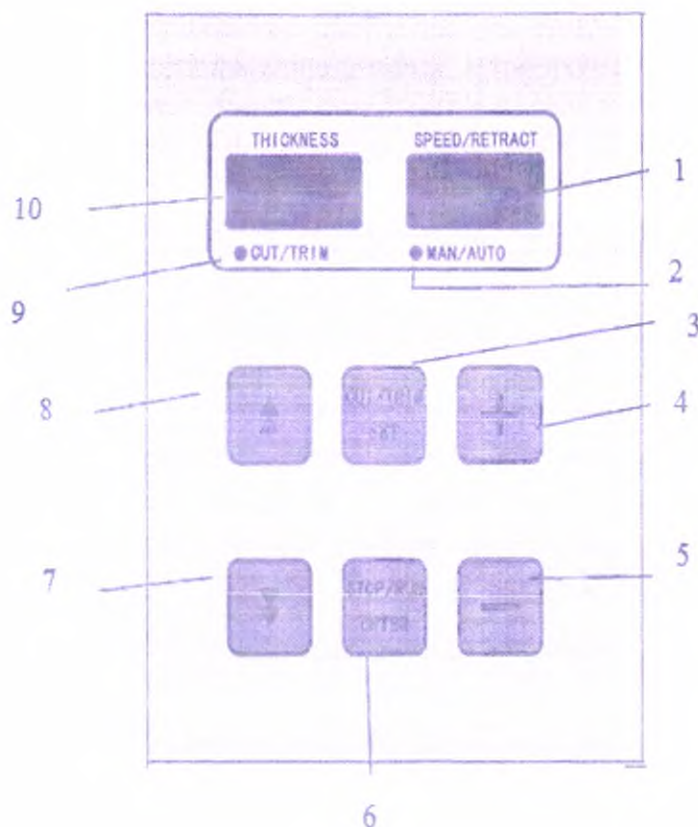

Рисунок 5. Панель управления микротомом
На панели управления Микротомом (Рисунок 5) находятся следующие элементы управления:
| Рисунок 5, (1)  | Индикатор скорости автоматической резки/подрезки                                                                      |
| Рисунок 5, (2)  | Индикатор автоматического/ручного режима/Индикатор режима настройки отвода                                            |
| Рисунок 5, (3)  | Кнопка переключения режима резки/подрезки и отвода                                                                    |
| Рисунок 5, (4)  | Повышение скорости автоматического режима; Кнопка повышения скорости отвода                                           |
| Рисунок 5, (5)  | Понижение скорости автоматического режима; Кнопка понижения скорости отвода                                           |
| Рисунок 5, (6)  | Переключатель автоматического/ручного режима; кнопка входа в функцию отвода                                           |
| Рисунок 5, (7)  | Кнопка скоростного движения держателя для образца в прямом направлении; Кнопка уменьшения толщины срезания/подрезки   |
| Рисунок 5, (8)  | Кнопка скоростного движения держателя для образца в обратном направлении; Кнопка увеличения толщины срезания/подрезки |
| Рисунок 5, (9)  | Индикатор режима резки/подрезки                                                                                       |
| Рисунок 5, (10) | Окно отображения толщины среза/подрезки                                                                               |
Индикатор скорости автоматической резки или скорости отвода (Рисунок 5, (1)) отображает скорость автоматического режима. Значение 0 указывает на отсутствие вращения, значения от 1 до 15 соответствуют скорости вращения маховика по часовой стрелке. Значения от -1 до -15 соответствуют скорости вращения маховика против часовой стрелки. Удержание кнопки (Рисунок 5, (3)) в течение 3 секунд приводит к миганию дисплея, в это время отображается скорость отвода. Значение 0 указывает на отсутствие отвода, предусмотрено семь уровней: 0,5, 10, 15, 20, 30 и 50 мм. Нажмите кнопку (Рисунок 5, (4)) или кнопку (Рисунок 5, (5)), чтобы установить скорость отвода, или нажмите кнопку (Рисунок 5, (6)), чтобы выйти из текущих настроек.
Если Индикатор автоматического/ручного режима/ режима настройки отвода (Рисунок 5, (2)) горит синим цветом, прибор находится в режиме ручной резки. Если светодиодный индикатор (Рисунок 5, (2)) горит красным цветом, прибор находится в режиме автоматической резки. Нажмите кнопку (Рисунок 5, (3)) в течение 3 секунд, пока светодиодный индикатор (Рисунок 5, (2)) не станет синим и не начнет мигать, прибор находится в режиме установки скорости отвода; нажмите кнопку (Рисунок 5, (4)) или кнопку (Рисунок 5, (5)), чтобы установить желаемую скорость отвода, или нажмите кнопку (Рисунок 5, (6)), чтобы выйти из текущих настроек.
Нажмите или удерживайте Кнопку переключения режима среза/подрезки/настроек отвода (Рисунок 5, (3)) для переключения функций:
1. Нажимайте кнопку (Рисунок 5, (3)), чтобы переключаться между режимом резки и режимом подрезки.
2. Если светодиодный индикатор (Рисунок 5, (9)) горит синим цветом, при нажатии кнопки (Рисунок 5, (3)) устройство перейдет в режим резки при повороте маховика, а дисплей (Рисунок 5, (10)) будет отображать толщину среза.
3. Нажимайте кнопку (Рисунок 5, (3)) до тех пор, пока светодиодный индикатор (Рисунок 5, (9)) не загорится красным, устройство перейдет в режим подрезки при повороте маховика, а дисплей (Рисунок 5, (10)) отобразит толщину подрезки.
4. Для настройки толщины среза или подрезки нажмите и удерживайте кнопку (Рисунок 5, (3)) в течение 3 секунд, пока светодиодный индикатор (Рисунок 5, (9)) не начнет мигать, после чего можно настроить толщину среза или подрезки. Если индикатор (Рисунок 5, (2)) горит синим цветом, может быть отрегулирована скорость отвода.
5. Для настройки толщины среза нажмите и удерживайте кнопку (Рисунок 5, (3)) в течение 3 секунд, пока светодиодный индикатор (Рисунок 5, (9)) не загорится синим цветом и не начнет мигать, после чего нажмите кнопку (Рисунок 5, (7)) или (Рисунок 5, (8)) для увеличения или уменьшения толщины среза соответственно. В мигающем состоянии нажмите кнопку (Рисунок 5, (7)) или (Рисунок 5, (8)) для увеличения или уменьшения толщины подрезки соответственно. Нажмите кнопку (Рисунок 5, (6)), чтобы выйти из текущих настроек.
6. Для настройки скорости отвода нажмите и удерживайте кнопку (Рисунок 5, (3)) в течение 3 секунд, пока светодиодный индикатор (Рисунок 5, (2)) не загорится синим цветом и не начнет мигать. Нажмите кнопку (Рисунок 5, (4)) или кнопку (Рисунок 5, (5)), чтобы установить желаемую скорость отвода. Нажмите кнопку (Рисунок 5, (6)), чтобы выйти из текущих настроек.
В автоматическом режиме нажатие Кнопки увеличения скорости автоматического режима/скорости отвода (Рисунок 5, (4)) увеличивает скорость с 0 ~ 1 ..... 15. Нажмите и удерживайте кнопку (Рисунок 5, (3)) в течение 3 секунд, индикаторы (Рисунок 5, (1)) и (Рисунок 5, (2)) начнут мигать, индикатор (Рисунок 5, (2)) горит синим цветом, прибор находится в режиме установки скорости отвода. Нажмите кнопку (Рисунок 5, (4)), чтобы увеличить скорость отвода. Нажмите кнопку (Рисунок 5, (6)), чтобы выйти из текущей настройки.
В автоматическом режиме нажмите Кнопку уменьшения скорости автоматического режима/скорости отвода (Рисунок 5, (5)), чтобы уменьшить скорость в пределах 15 ~ 14 ..... 0. Нажмите и удерживайте кнопку (Рисунок 5, (3)) в течение 3 секунд, индикаторы (Рисунок 5, (1)) и (Рисунок 5, (2)) начнут мигать, индикатор (Рисунок 5, (2)) горит синим цветом, прибор находится в режиме установки скорости отвода. Нажмите кнопку (Рисунок 5, (5)), чтобы уменьшить скорость отвода. Нажмите кнопку (Рисунок 5, (6)), чтобы выйти из текущей настройки.
Нажмите Кнопку переключения автоматического/ручного режима/ входа в функцию отвода (Рисунок 5, (6)) в режиме резки, чтобы переключиться между автоматическим и ручным режимом. Нажмите кнопку (Рисунок 5, (6)) один раз, чтобы войти в автоматический режим резки, теперь нажмите кнопку (Рисунок 5, (4)) или кнопку (Рисунок 5, (5)), чтобы изменить скорость в пределах 0 ~ 15 ~ 1 ..... 15. Еще раз нажмите кнопку (Рисунок 5, (6)), чтобы перейти в ручной режим резки. В режиме подрезки нажмите кнопку (Рисунок 5, (6)), чтобы переключиться между режимом автоматической подрезки и режимом ручной резки. В режиме настройки нажмите кнопку (Рисунок 5, (6)), чтобы автоматически сохранить настройки, подтвердить значения и выйти из режима установки скорости отвода.
В режиме резки или подрезки нажмите Кнопку скоростного движения держателя для образца в прямом направлении (Кнопку уменьшения толщины резки/подрезки) (Рисунок 5, (7)), чтобы начать головку, нажмите эту кнопку для медленной подачи, нажмите и удерживайте кнопку (Рисунок 5, (7)) для быстрой подачи. В режиме настройки нажмите эту кнопку, чтобы уменьшить толщину среза или подрезки.
В режиме резки или подрезки нажмите Кнопку обратного скоростного движения держателя для образца (Кнопку повышения толщины резки/подрезки) (Рисунок 5, (8)), для отвода зажима для образца, нажмите эту кнопку для медленного отвода, нажмите и удерживайте кнопку (Рисунок 5, (8)) для быстрого отвода. Нажмите эту кнопку в режиме настройки, чтобы уменьшить толщину среза или подрезки.
Индикатор режима резки/подрезки (Рисунок 5, (9)) имеет следующие режимы:
Индикатор толщины резки/подрезки (Рисунок 5, (10)) показывает толщину резки либо подрезки в соответствии с индикатором (Рисунок 5, (9)).